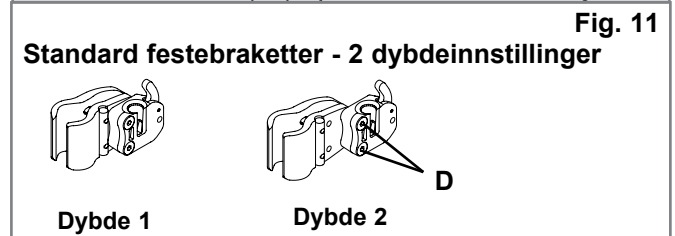
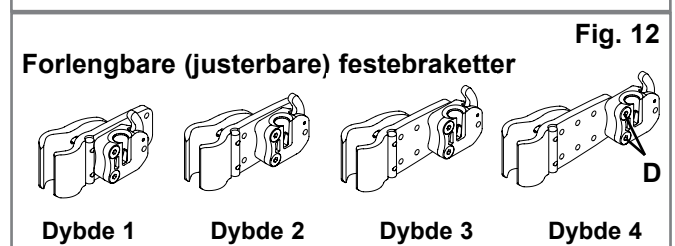

Fig. 11
Fig. 12
2. Dybde-/vinkeljustering (Fig. 11, 12, 13 og 14)
Husk at du kan bestille to typer festebraketter - standard festebraketter (Fig. 11) samt lengre, justerbare festebraketter (Fig. 12). Begge festebrakettene justeres på samme måte, men standard festebraketter vil gi en dybdejustering på 5 cm (Fig. 11) mens forlengbare (justerbare) festebraketter vil gi en dybdejustering på til sammen 8,65 cm (Fig. 12).
- Hvis det er behov for lengre setedybde, ta av ryggen. Skru ut skruene (Fig. 11-D, 12-D) på brakettene ved bruk av den medfølgende 4 mm sekskantnøkkelen, og juster til ønsket dybde. Opmerking: Før skruene settes tilbake, anbefales det å påføre en middels kraftig låsevæske, f.eks. Loctite 243, på mottakeren og skru-eggjengene, dersom ryggen skal justeres på nytt. Stram skruene med et dreiemoment på 2,8 - 4 Nm.